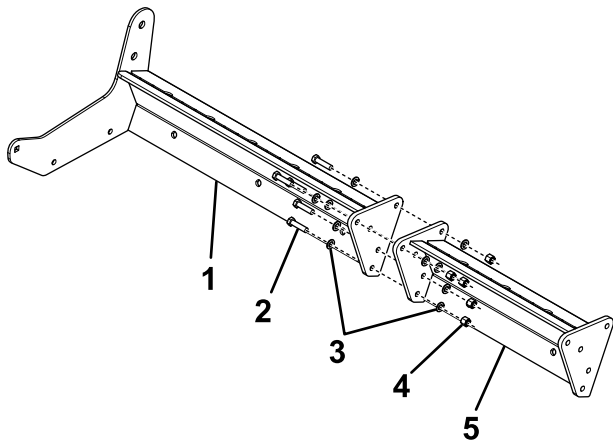

Figura 2
3. Sujete provisionalmente entre sí las secciones derecha e izquierda de la cuchilla usando el número apropiado de secciones centrales, pernos ($\frac{1}{2}$ " x 2"), arandelas y contratuercas, como se muestra en la tabla siguiente (Figura 2):